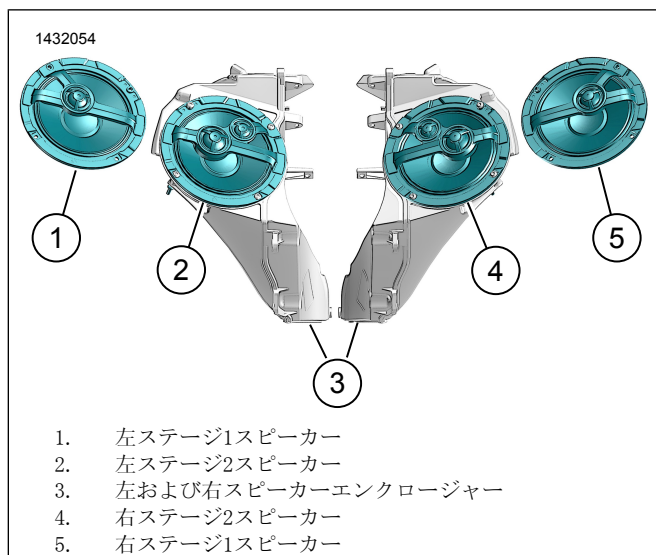

図3。スピーカーオリエンテーション(標準)
- a. 図3を参照してください。スピーカーをエンクロージャーに向けます。